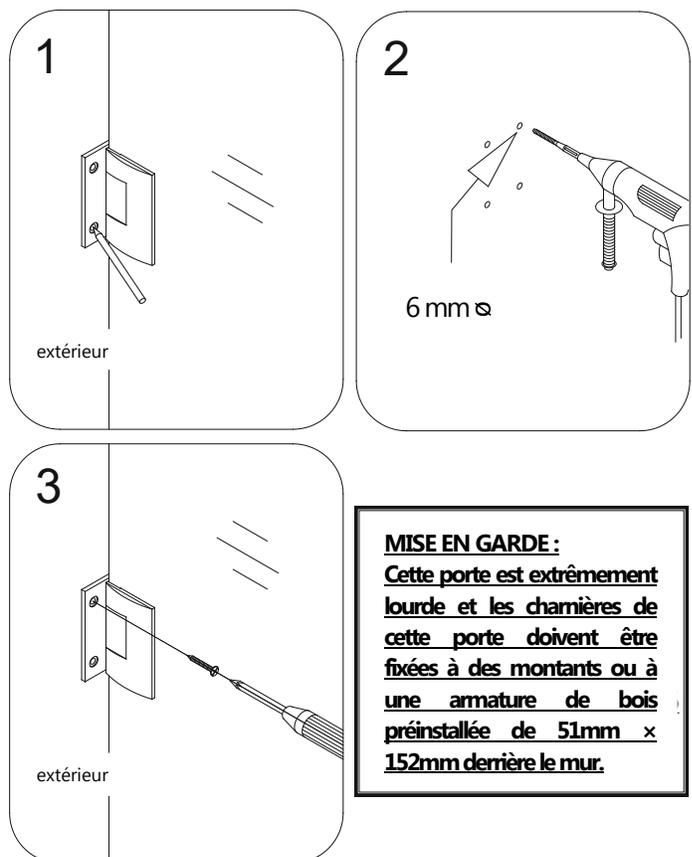
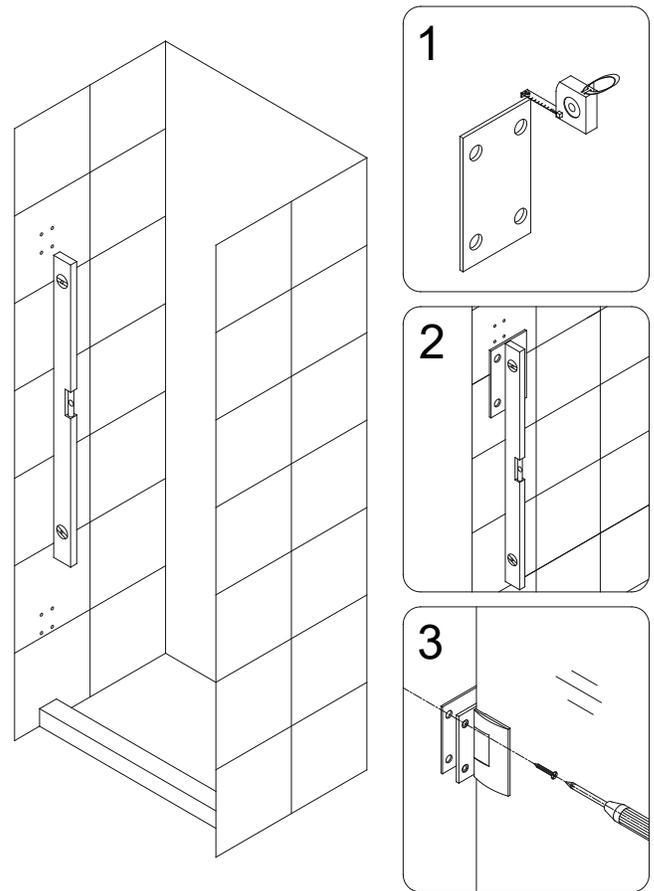

Fig. 3
Fig. 4
**Les entretoises de charnière en PVC (N° 31) sont fournies pour compenser les conditions mineures de mur en faux aplomb. Utilisez uniquement si nécessaire, car leur utilisation pourrait changer la taille de l'ouverture de votre douche. Veuillez-vous référer à la figure 4 pour un exemple d'installation\*.**
4. Remplacez la **porte vitrée (N° 01)** sur le seuil avec les cales de 16 mm et fixez les charnières au mur à l'aide de **vis à tête plate ST5x70 (N° 04)** en débutant par la charnière à l'extérieur de la douche. Ouvrez ensuite la porte et installez les autres vis sur les deux plaques murales depuis l'intérieur. **(Fig 3 and Fig 4)**